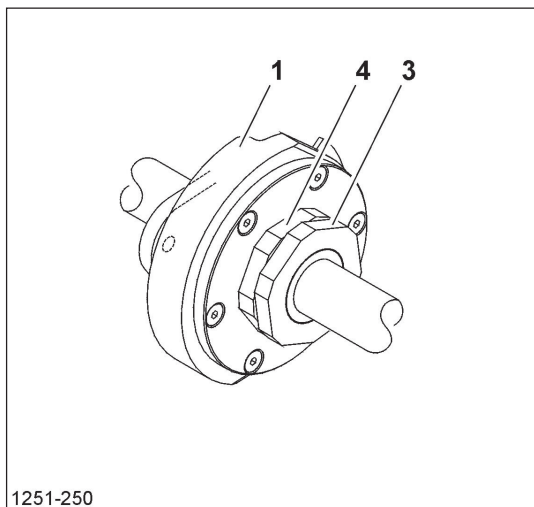

Рисунок 89
- Между гайками [4] и плоским коническим колесом [1] зазора быть не должно (Рисунок 89).